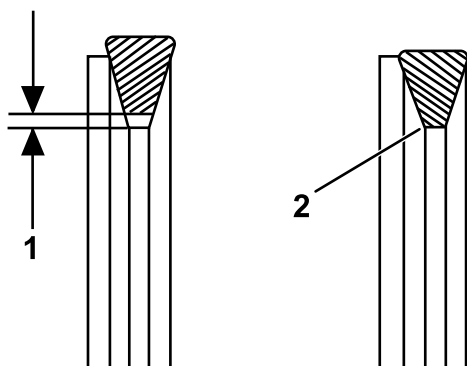

**Figure 102**
3. Desserrez les boulons et les écrous, puis déplacez l'alternateur à l'aide d'une clé pour tendre la courroie correctement (Figure 102).
4. Serrez les boulons et les écrous de réglage (Figure 102).